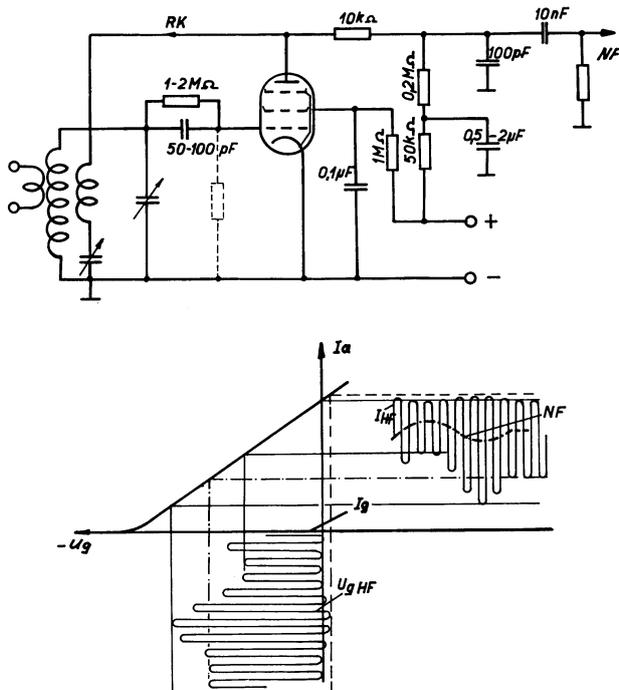

Fig. 4.04. Rückgekoppeltes Audion.
2. Gittergleichrichtung (Audion): Die Gleichrichterstrecke ist zwischen Gitter und Kathode einer Verstärkerröhre. Der Arbeitswiderstand ist zugleich Gitterableitungswiderstand und der Kopplungskondensator Ladekondensator der Demodulationsstufe. Die Gittervorspannung ist ohne Signal praktisch = 0. Der Anodenstrom sinkt, wenn ein Signal eintrifft, weil sich am Arbeitswiderstand eine negative Gittervorspannung ausbildet. Bei der Parallelschaltung liegt der Arbeitswiderstand parallel zur Gitter-Kathodenstrecke. Außer der Hüllkurvenspannung U_c liegt auch noch die volle HF-Spannung am Gitter, so daß im Anodenkreis NF und HF vorhanden ist (Fig. 4.04). Das trifft für die Serie- und Parallelschaltung von R und Gl zu. Die HF im Anodenkreis kann zur Entdämpfung des speisenden Gitterkreises herangezogen werden, indem